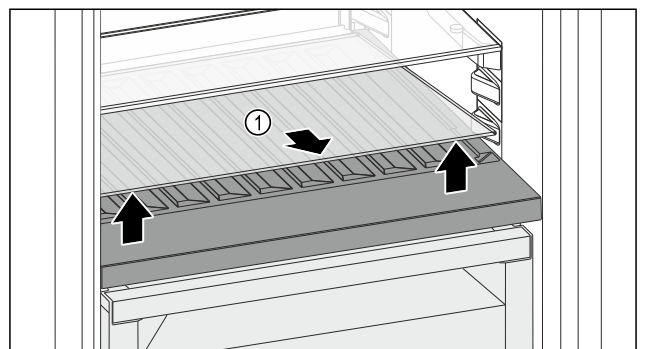

Fig. 91
- ▶ Glasplatte Fig. 91 (1) an der Aussparung vorne anheben und herausnehmen.
- ▶ Glasplatte Fig. 91 (1) außerhalb des Geräts sicher aufbewahren.